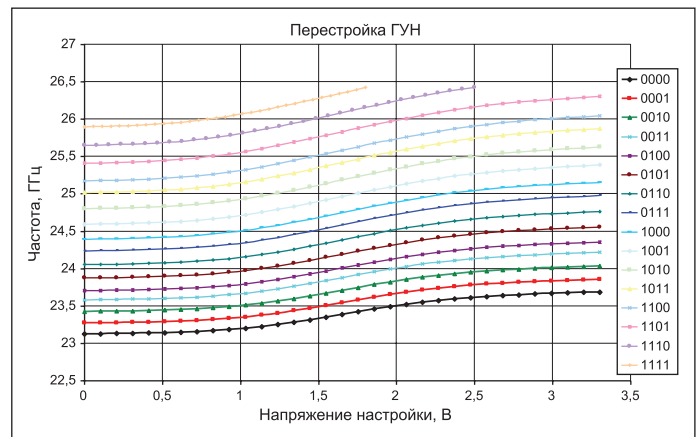

Рис. 3. Диапазоны частот ГУН у TRX_024_06
- узкополосном, когда перестройка на напряжении 0–3,3 В производится по входу V_{ctrl} в одном из 16 поддиапазонов. Его выбор осуществляется 4-разрядным кодом на входах D0–D3. Как видно на рис. 3, поддиапазоны перекрываются. Один поддиапазон обеспечивает перестройку в пределах 500–600 МГц;